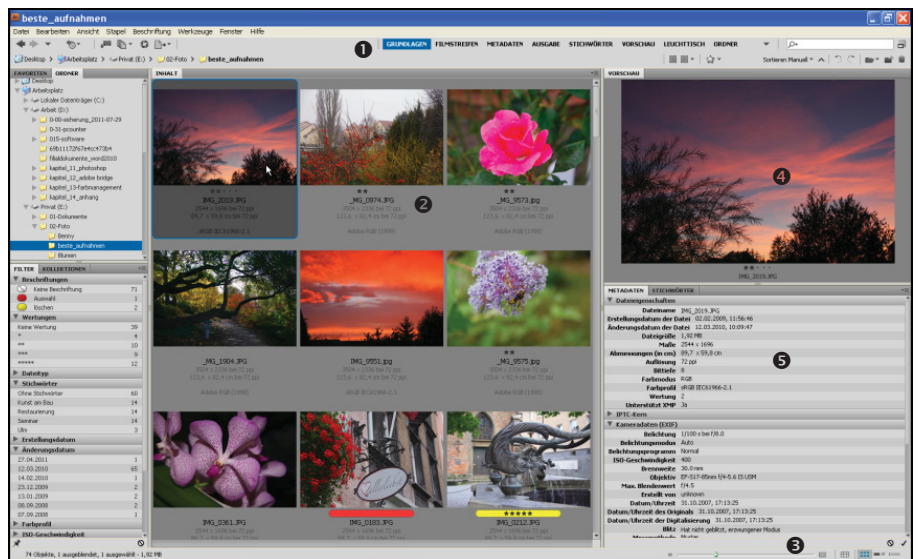

Abb. 12-1: Arbeitsbereich Grundlagen
In der Version CS4 werden die verschiedenen Fenster, die zur Anzeige der Dateien und ihrer Eigenschaften genutzt werden können, in sechs vorkonfigurierten Arbeitsbereiche für unterschiedliche Anwendungsschwerpunkte bereitgestellt: GRUNDLAGEN (Abb. 12-1 ①), FILMSTREIFEN, METADATEN, AUSGABE, STICHWÖRTER, VORSCHAU, LEUCHTTISCH und ORDNER.
Alle Dateien, für die ein Vorschaubild (Thumbnail) generiert werden kann, werden im F INHALT (Abb. 12-1 ②) mit einem Miniaturbild angezeigt. Dazu gehören neben den typischen Pixel- und Vektorbildformaten auch AUTOCAD-, COREL DRAW-, INDESIGN-, VISIO-, ILLUSTRATOR- und PDF-Dateien⁷⁷.
Die Größe der Miniaturen im Inhaltsfenster ist stufenlos änderbar. Dabei kann zwischen drei verschiedenen Ansichtsmodi gewechselt werden: Miniatur-, Detail- und Listenansicht. Die entsprechenden Bedienelemente befinden sich unten rechts (Abb. 12-1 ③).
Im F VORSCHAU (Abb. 12-1 ④) wird der Mauszeiger automatisch zur Lupe, so dass Details des markierten Bildes betrachtet werden können.
Sämtliche Metadaten, die mit einer Datei gespeichert wurden, können in der BRIDGE im **F METADATEN** eingesehen werden (Abb. 12-1 ⑤). Dazu zählen im Einzelnen:
Im **INHALTSFENSTER** wird die Beschriftung unter den Miniaturen als farbiger Balken angezeigt (Abb. 12-1), die zugeordneten **KATEGORIEN** erscheinen im **F METADATEN | DATEIEIGENSCHAFTEN | BESCHRIFTUNG**.